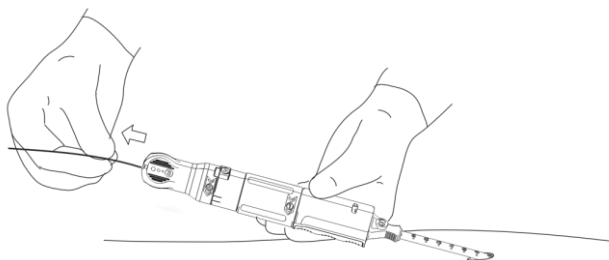

Figura 14. Remoção do fio-guia.
- Localize o indicador marcado com "3" e retire o fio-guia completamente do doente e do Dispositivo de encerramento PerQseal+. A remoção do fio-guia pode ser realizada por um assistente. Figura 14.